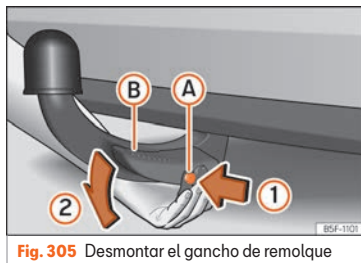

Fig. 305 Desmontar el gancho de remolque
- Presione el perno de desbloqueo **A** en el sentido de la flecha **1** y, al mismo tiempo, la palanca **B** el sentido de la flecha **2** hasta el tope »» fig. 305.